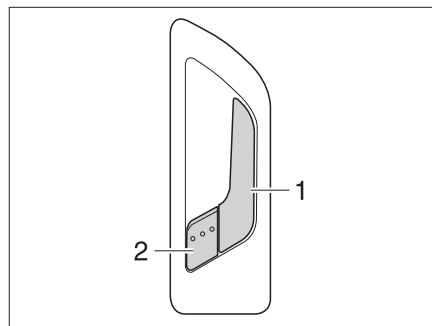

Fig. 43 Cerradura de la puerta de entrada, en el interior
- Tirar del tirador (Fig. 43,1). Se desbloqueó la cerradura de la puerta. La palanca de retención (Fig. 43,2) salta hacia fuera automáticamente.
- Presionar la palanca de retención (Fig. 43,2).